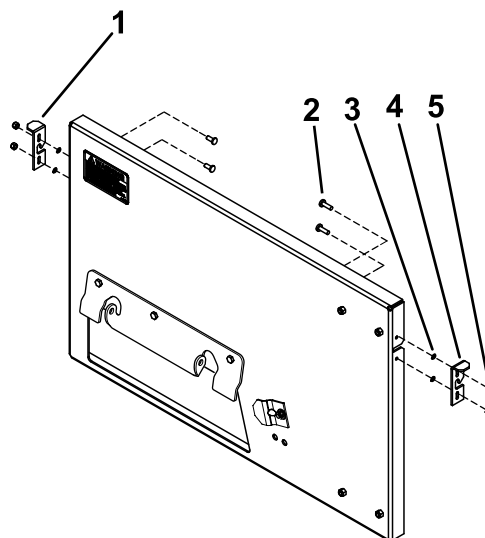

Figura 4
- 4. Montate i fermi su entrambi i lati della contropiastra con 4 viti Phillips, 4 rondelle di bloccaggio e 4 dadi di bloccaggio (n. 10); **Figura 4**.